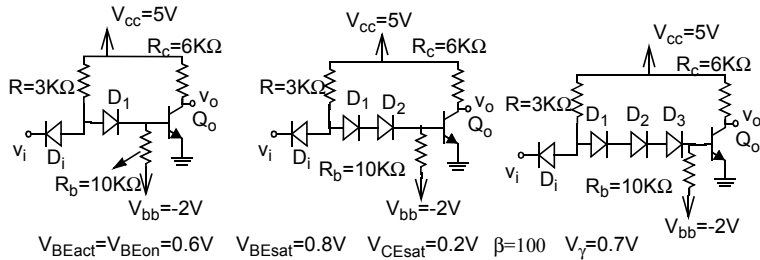

Figura 5
6.-Calcular los márgenes de ruido para las tres puertas lógicas de la Figura 5. ¿En qué influye el número de diodos (D_1, D_2, D_3)? Considerar diodos con tensión umbral $V_\gamma=0.7V$.